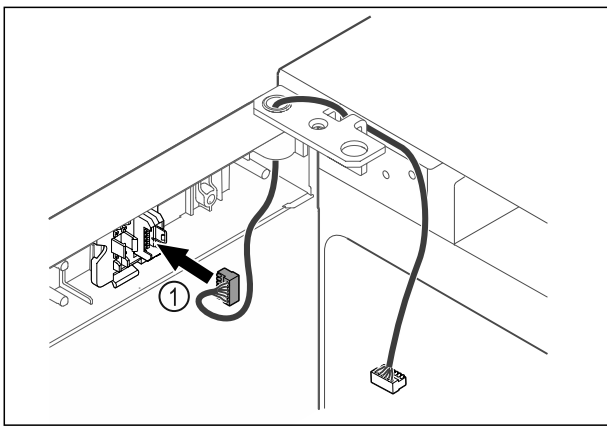

Fig. 63
- ▶ Τοποθετήστε το φικς Fig. 63 (1) στο στήριγμα του φικς.